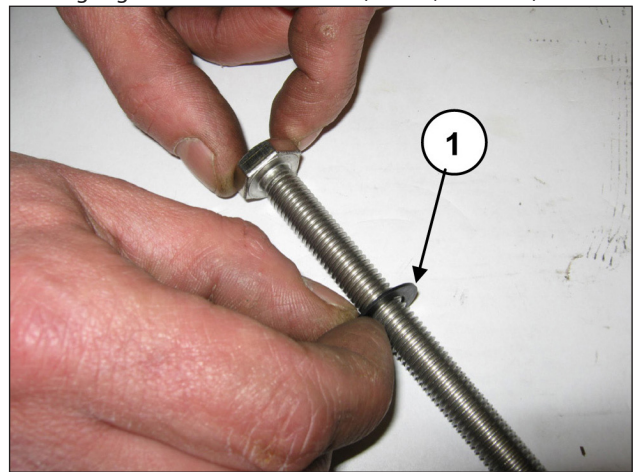

Abb. 146
Setzen Sie die Unterlegscheibe $\varnothing 10 \times 18 \times 0,9$ auf die Befestigungsschraube des Kolbens (Pos. ①, Abb. 146).